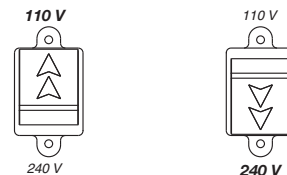

Рис.1
**На моделях "DV" проверить, что крышка (Рис. 1) клавиши переключения напряжения расположена так, что стрелки на ней указывают на нужное значение напряжения.**